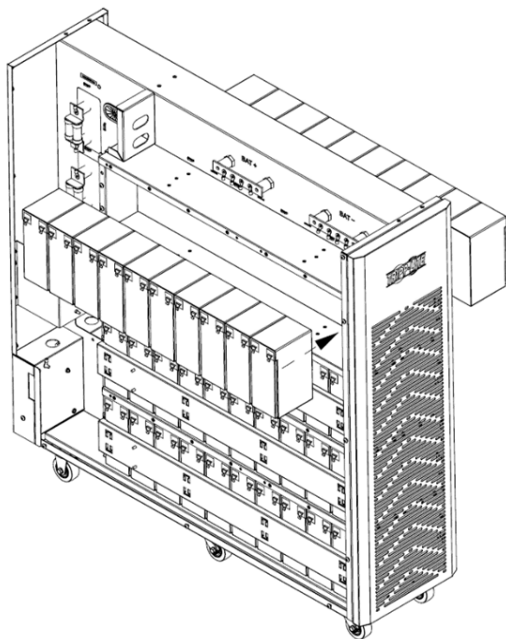

Figure 5-12A
14. Installer les 10 modules de batteries dans la couche suivante (L4-A, ensemble positif du groupe 4). S'assurer de garder les côtés des bornes de toutes les batteries vers le haut (Figure 5-12A).